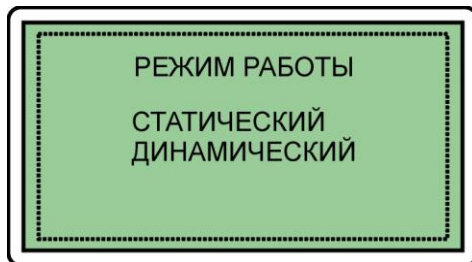

Рис. 6.2 Выбор режима работы дефектоскопа
6.1.2.1 Для выбора статического или динамического режима работы (рис. 6.2) кнопками "↑", "↓" установить курсор на соответствующую строку и нажать кнопку "↵" ВВОД.